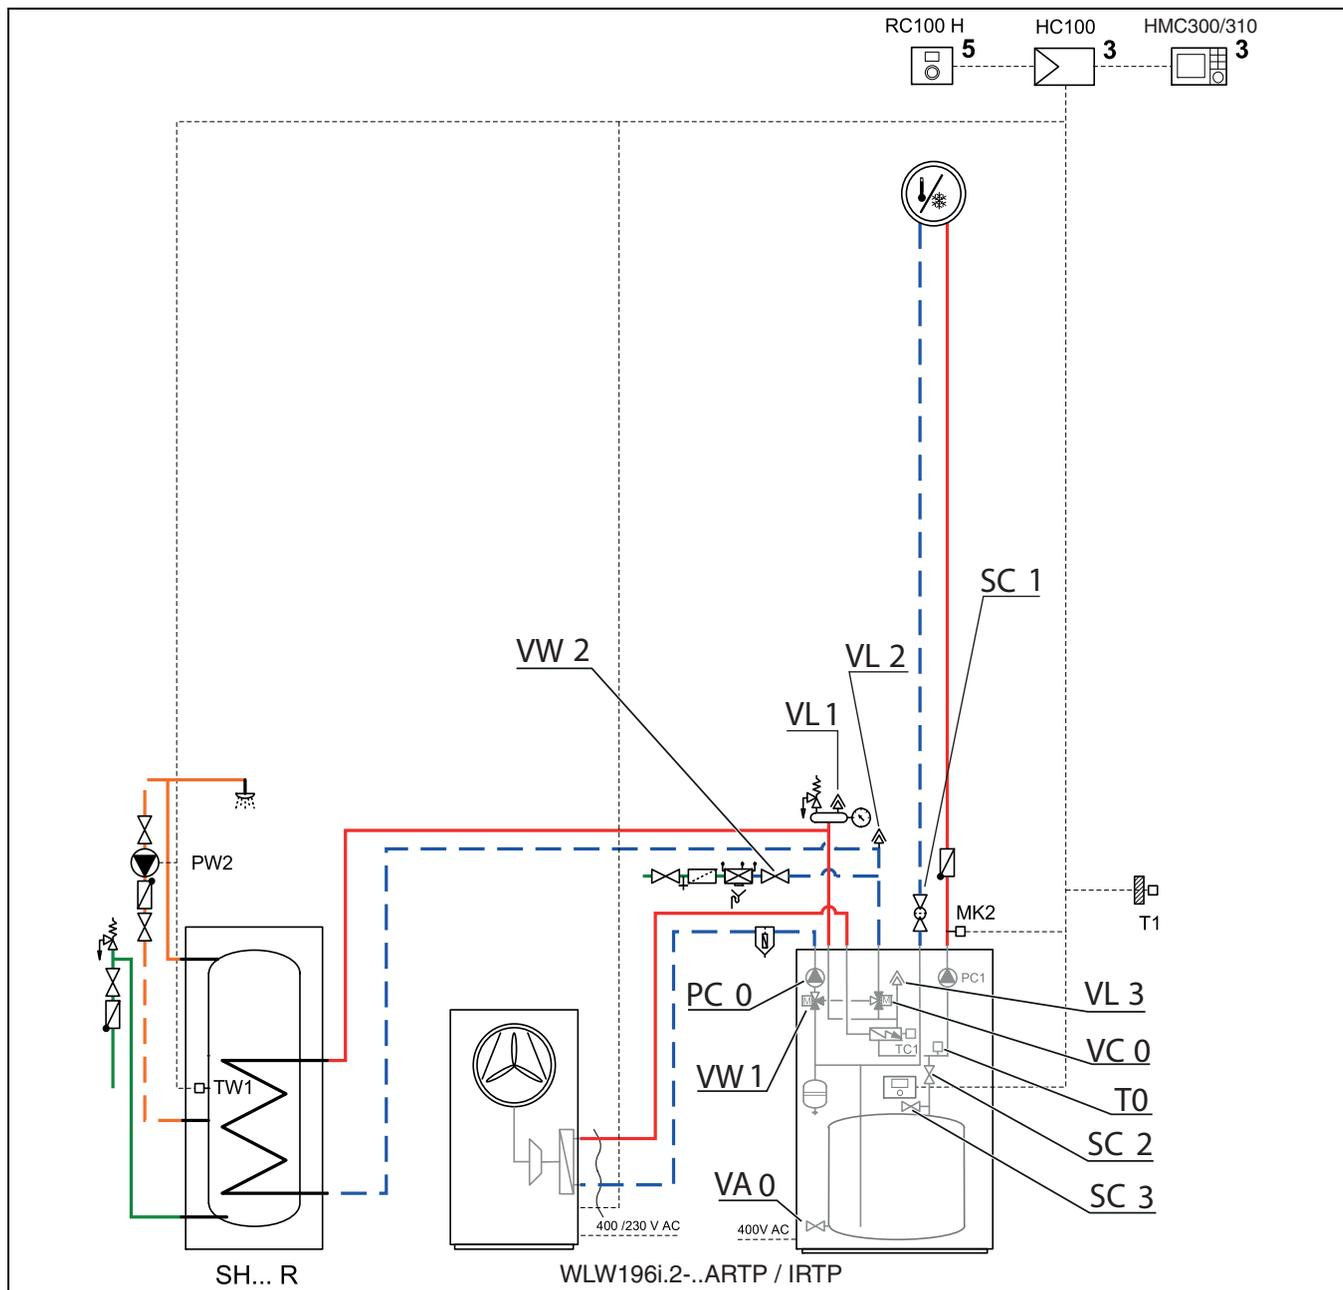

Bild 26 Inneneinheit und Heizungsanlage
- Automatisches Entlüftungsventil VL1, VL2 und VL3 (→ fig. 26) durch Abschauben der Kappen öffnen.
- Filterventil SC1 schließen, Absperrventil SC2 (→ fig. 26) schließen und sicherstellen, dass sich VW1 (→ fig. 26) in der Position (B) für Zentralheizungsbetrieb befindet.
- Ein Ende eines Schlauchs an den Entleerhahn VA0 (→ fig. 26), das andere Ende an einen Abfluss anschließen.